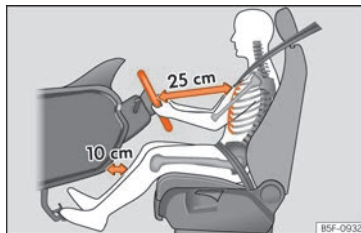

Fig. 87 La distanza corretta tra il conducente e il volante
- Regolare la posizione del volante in modo tale che la distanza tra il volante stesso e il torace sia di almeno 25 cm »»» **fig. 87**.
- Posizionare il sedile di guida in modo tale che tra lo sterzo del conducente e il centro del volante ci sia una distanza di almeno 25 cm »» fig. 87. Se si sta seduti a meno di 25 centimetri di distanza non si può essere protetti con adeguata efficacia dal sistema degli airbag.